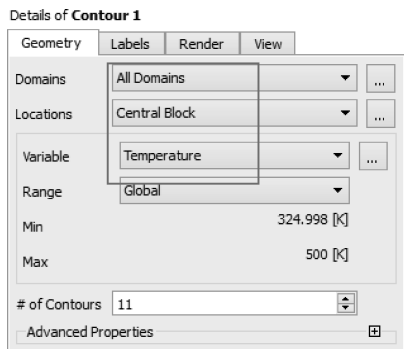
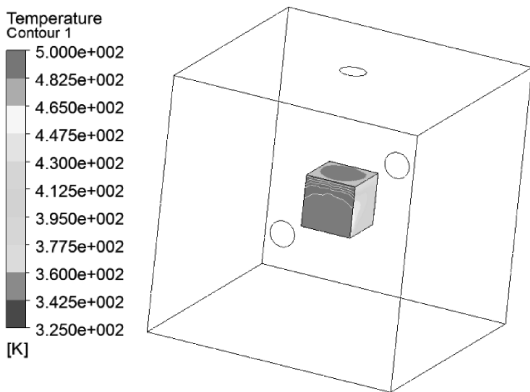

图 12-56 后处理位置设置
图 12-57 结果云图
- (1) 在流体动力学分析上，右键单击【Results】→【Edit】，进入【CFX-CFD-Post】环境。
- (2) 插入云图：在工具栏中单击【Contour】并确定，其设置默认，在几何选项中的域【Domains】选择 All Domains，位置【Locations】栏后单击…选项，在弹出的位置选择器里选择 Central Block 并确定。在变量【Variable】栏后单击…选项，在弹出的变量选择器选择 Temperature 并确定，其他默认，单击【Apply】，如图 12-56 所示；可以看到结果云图，如图 12-57 所示。